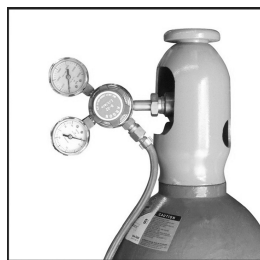

Figure 2.
1. Branchez les tuyaux du régulateur et de gaz. Serrez ensuite tous les connecteurs et toutes les brides (Fig. 2).